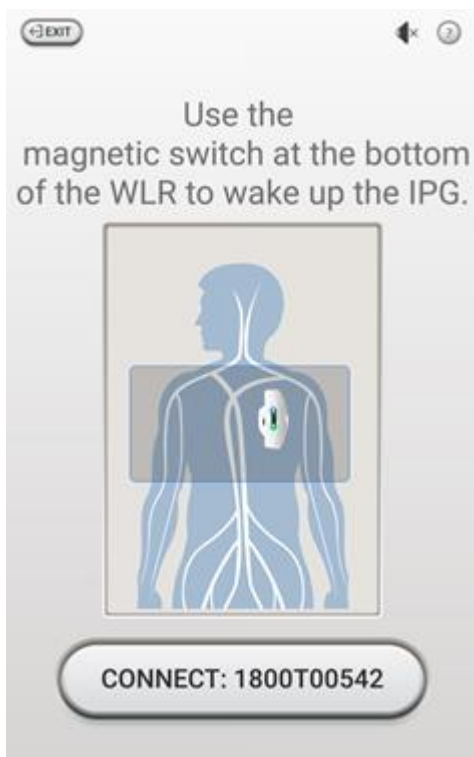
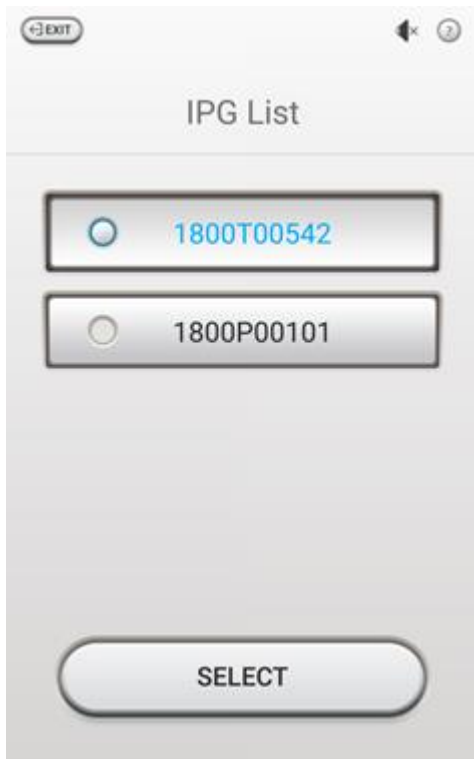

Figura 23. Interfaz de conexión IPG.
Figura 24. Interfaz de selección de IPG.
5. Haga clic en IPG SN para ingresar a la interfaz de conexión IPG (Figura 23).
Una vez que el WLR se haya conectado correctamente, el software omitirá la interfaz de conexión WLR después de iniciar sesión. Si hay más de un mensaje de emparejamiento de IPG en el WLR, aparecerá la interfaz de selección de IPG (Figura 24); si solo hay un mensaje de emparejamiento de IPG, la interfaz de conexión de IPG (Figura 23) aparecerá directamente.
Una vez que el software del programador del paciente se haya conectado correctamente con el WLR, seleccione el IPG deseado para ingresar a la interfaz de conexión del IPG (Figura 23).